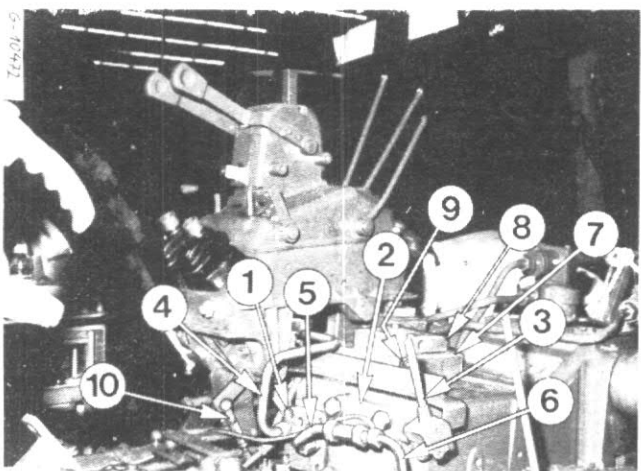

Fig. 9
- 1.10 Clapet de décharge principal pour le relevage hydraulique et le système auxiliaire (Versions B et C) Fig. 9 13 et 70.
- 2.8 Connexions du vérin auxiliaire de levage, Fig. 9 et 14.
Débrancher les tuyauteries hydrauliques, Fig. 9, en tenant compte des deux points de raccordement du tuyau (4).
1.1.2 Dépose avec le réservoir de combustible enlevé (Versions B et C) (Fig. 9).